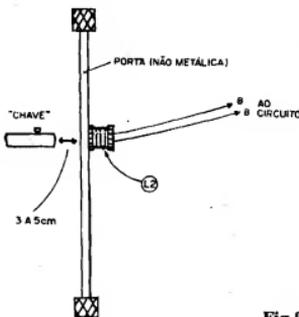

Fig. 9
- FIG. 9 - A INSTALAÇÃO BÁSICA (BOBINA L2) NUMA PORTA... - Se nos fixarmos na idéia básica (abrir uma porta, dotada de fechadura elétrica, a solenóide...), a bobina sensora L2 deverá ser presa à superfície da folha da porta, num ponto que - obviamente - será de conhecimento apenas do portador da "chave". Fios não muito longos levarão as "informações" de L2 para o circuito (pontos "B-B" da placa). Se houver a necessidade de substancial comprimento em tais fios, será bom efetuar a conexão através do cabo estérreo blindado, ligando-se a **malha** do cabo à linha do **negativo** geral da alimentação do circuito ("terra"), para prevenir captações ou interferên-